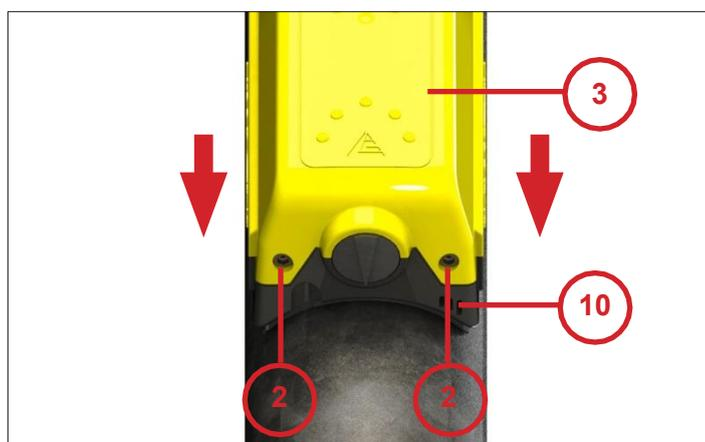

Рис. 18
- Послабте 2 гвинти з головками під хрестоподібну викрутку (14), щоб установити рівень вібрації.
- Перевірте правильність розташування ущільнення вібратора й установіть на місце верхню частину пристрою (рис. 18).